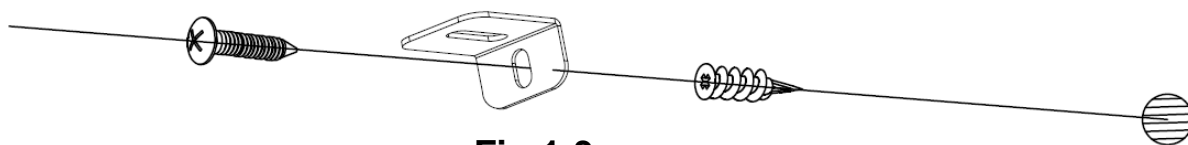

Fig 1-3
C. Montare il fissaggio di plastica (C) nella parete asciutta, poi montare la vite più lunga (B) (compresa nel set) tramite un foro nel supporto a "L" nel fissaggio per montare il focolare alla parete. (Fig 1-3)